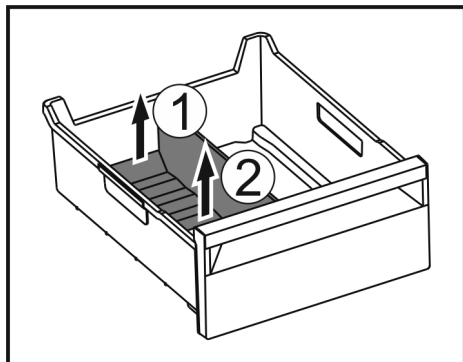

Fig. 178
- Løft den bageste del af frostrumsadskilleren. Fig. 178 (1)
- Tag frostrumsadskilleren op og ud. Fig. 178 (2)